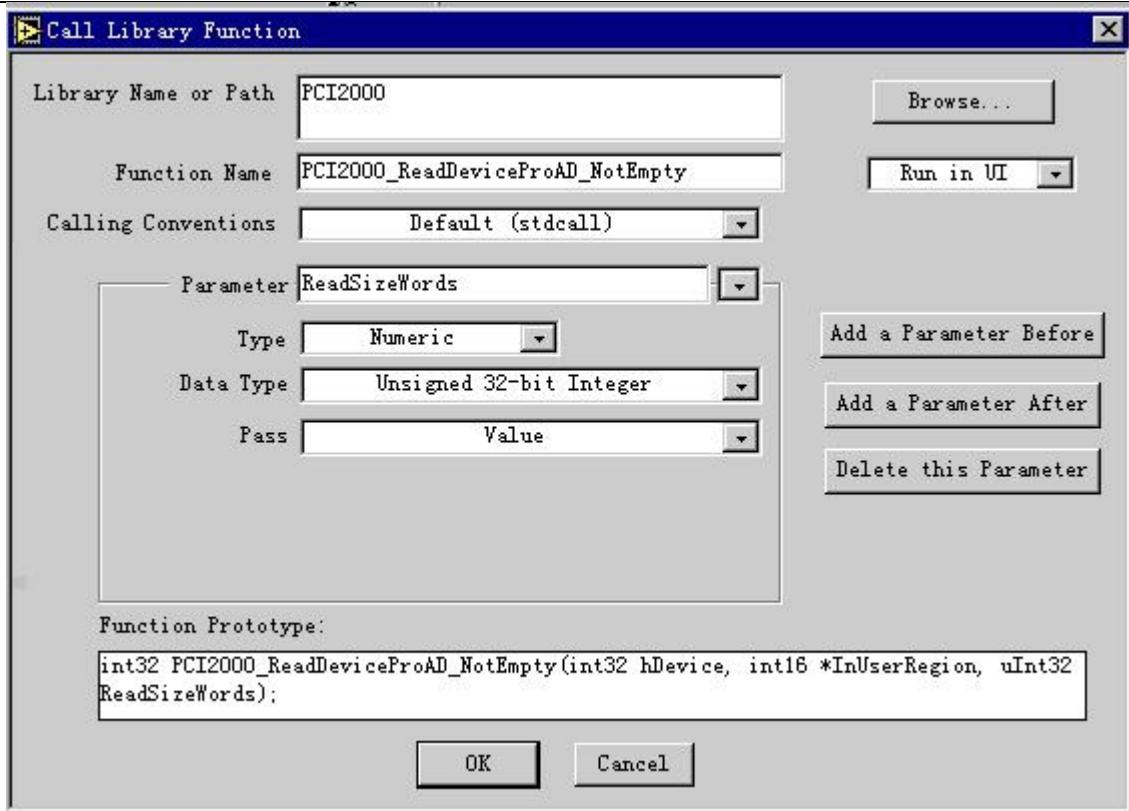

图 23 函数创建成功
6. 在接着单击 Add a Parameter After 按钮, 添加该函数的最后一个参数 ReadSizeWords. 如图 23, 即该驱动接口的创建即告成功。